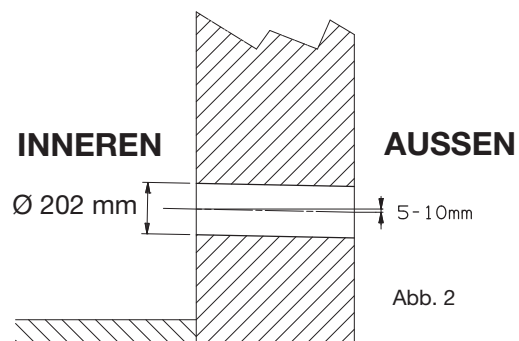

Abb. 2
- Bohren Sie die beiden Luftlöcher (A) wie auf der Bohrschablone angegeben; Bohren Sie das Loch (B) um das Kondenswasser Außen ablaufen zu lassen (Versichern Sie eine Neigung nach Draußen) - Abb. 2).
- Bohren Sie dann die Löcher für die Wandbefestigungswinkel (C) in die Wand, indem Sie die 2 Löcher für die Winkel verwenden, wie auf der Bohrschablone angegeben.
- Bohren Sie dann 4 Löcher (D), um die Ketten der Gitter zu befestigen.